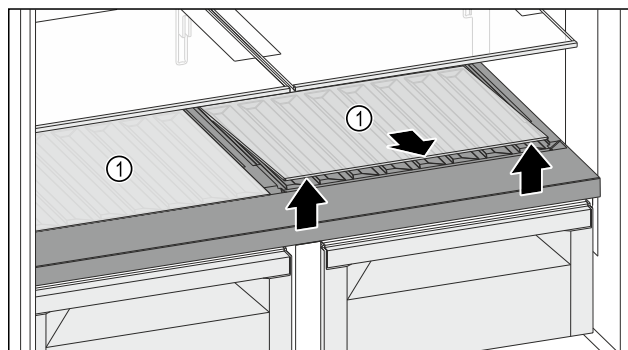

Fig. 120
- Soulever la plaque de verre ou les deux plaques de verre Fig. 120 (1) au niveau de l'évidement avant de la/les retirer.
- Entreposer la/les plaque(s) de verre Fig. 120 (1) dans un endroit sûr hors de l'appareil.